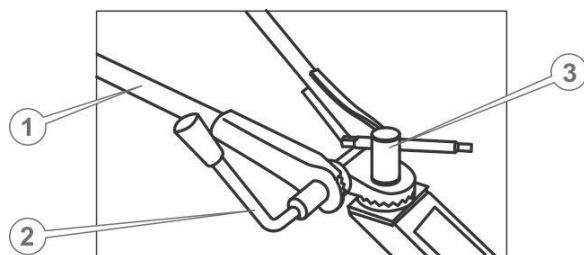

Рис. 4.3.
8. Освободить руль от упаковочной пленки. Открутить зажимную гайку с рычагом и вытащить стяжной болт. Установить руль на рулевую стойку центрального узла, попадая зубцами в зубцы (см. рис. 4.3.), вставить стяжной болт так, чтобы его головка зашла в шестигранное углубление в проушине руля (слева по ходу движения мотоблока), опустить рукоятки руля в нижнее положение и затянуть зажимную гайку с рычагом.